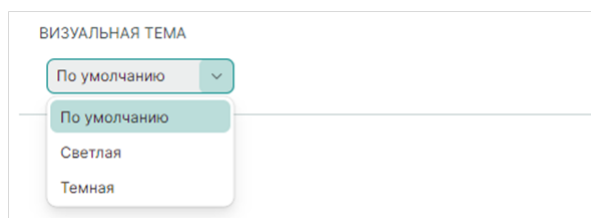

Рис. 68 Выбор визуальной темы
1. Выберите предпочтительное оформление из выпадающего списка в поле «Визуальная тема», см. Рис. 68;